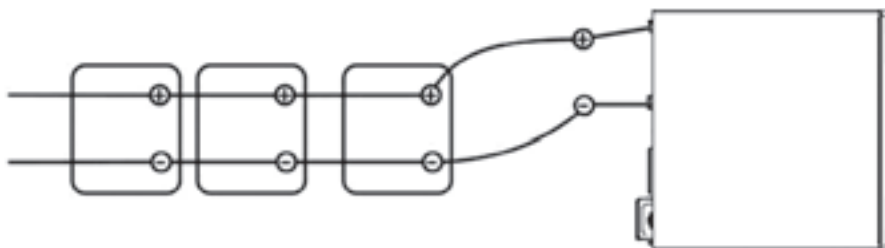

Рис. 3
3) Подключение нескольких аккумуляторных батарей, соединенных параллельно (см. рис. 3): Напряжение каждой батареи должно равняться номинальному напряжению данного устройства.